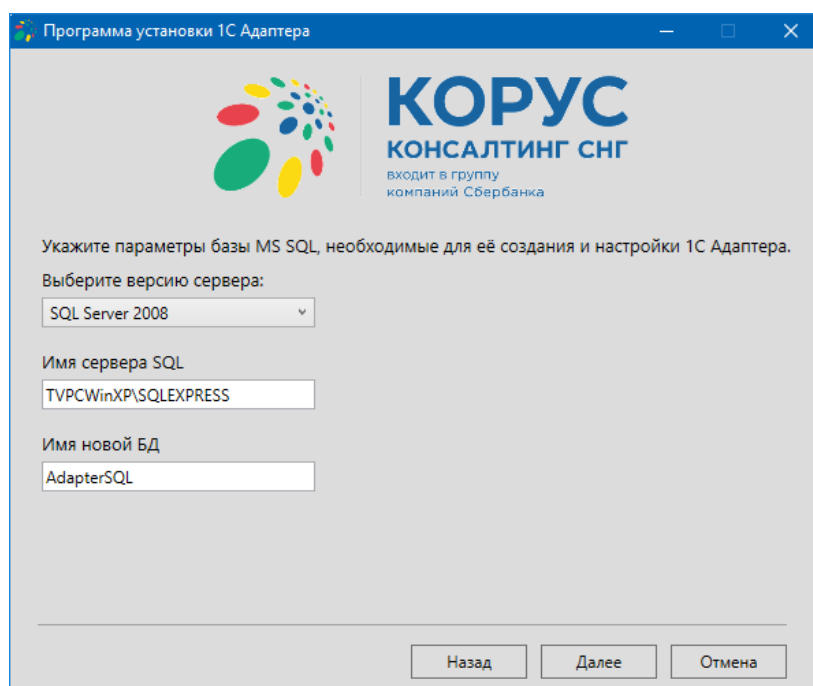

Рисунок 24 – Параметры новой базы MS SQL
8.2.1.1. Далее необходимо указать параметры будущей базы MS SQL, указав версию сервера, имя сервера и имя новой БД. Если на сервере используется несколько экземпляров SQL серверов, тогда в поле «Имя сервера SQL» через бэкслеш нужно указать имя экземпляра SQL сервера (рис. 24).